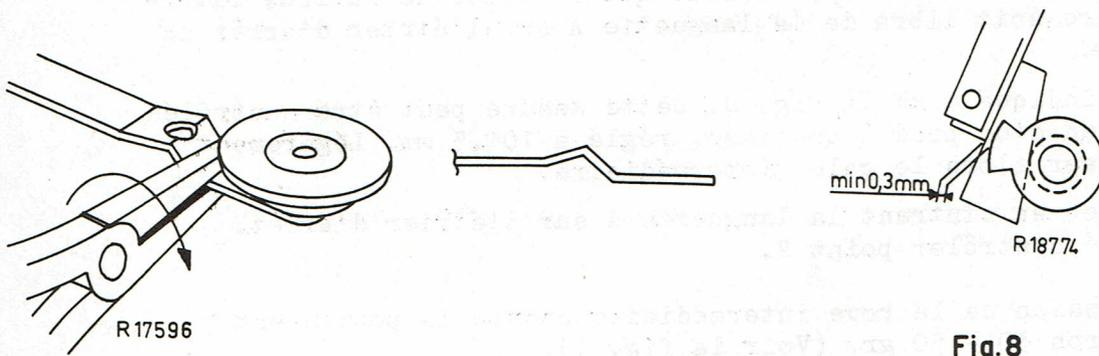

Fig.8
11. Dans la position hors circuit la butée de nylon doit être située 0,3 mm. minimum librement de la came du plateau. (Voir la fig. 8.)